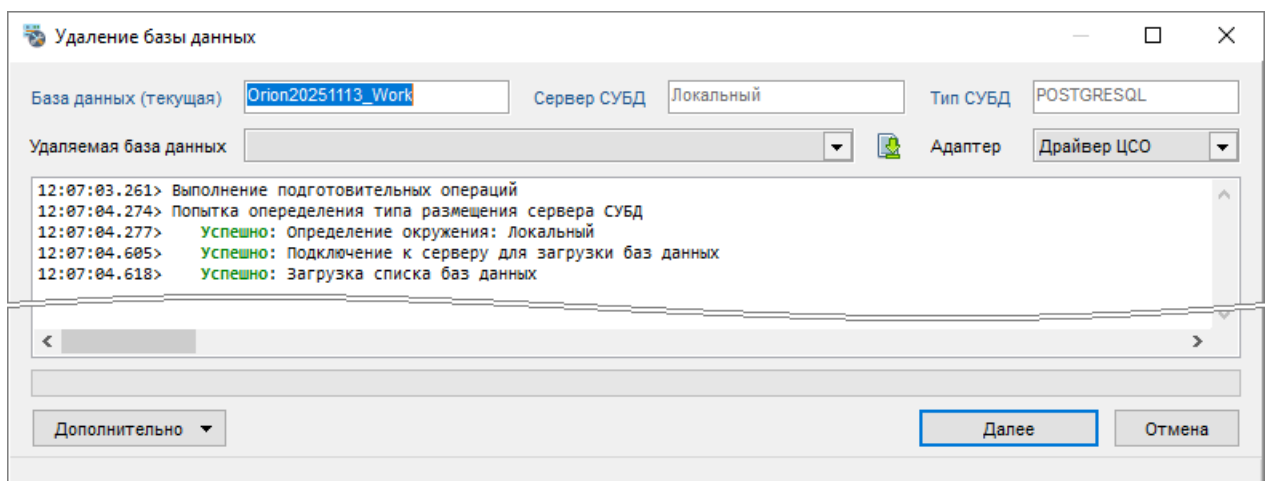

Рисунок 4-66 Окно "Удаление базы данных"
- 2) в открывшемся окне «Удаление базы данных» (см. Рисунок 4-66) выберите удаляемую БД в поле «Удаляемая база данных» и нажмите кнопку «Далее» для запуска предварительной проверки возможности удаления БД;